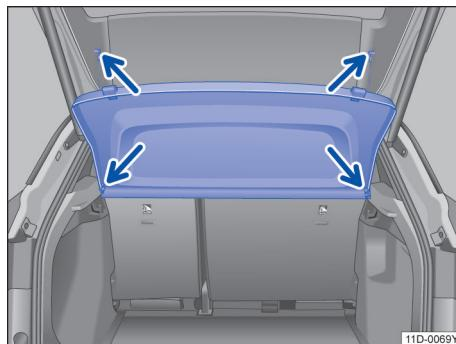

图 125 行李厢内：拆卸和安装行李厢盖板
- 将固定带从行李厢盖上摘下→图 125（上部箭头）。
- 从上方将行李厢盖板按压到侧托架内→图 125（下部箭头）。